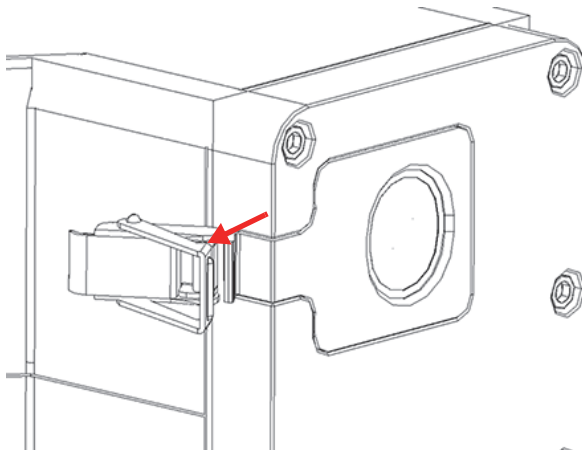

图 4-3 完全打开的面板插锁
4. 拉出插锁的前部，以完全打开插锁（参见第58页的图 4-3）。